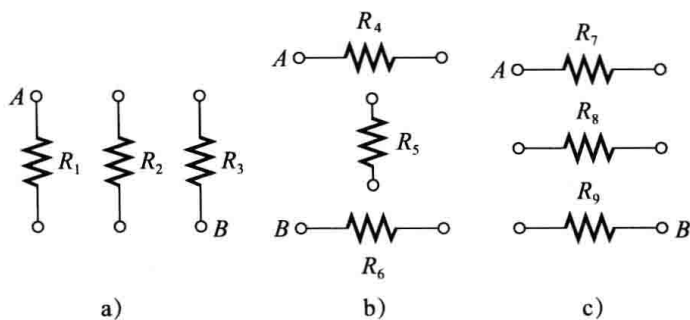

图 5-6 测试题 3、测试题 4 图
3. 对图 5-6 中的每个电路，把电路图画完整，把电阻器都并联在 A 点和 B 点之间。
4. 把图 5-6 中每一组并联电阻器再彼此并联起来。